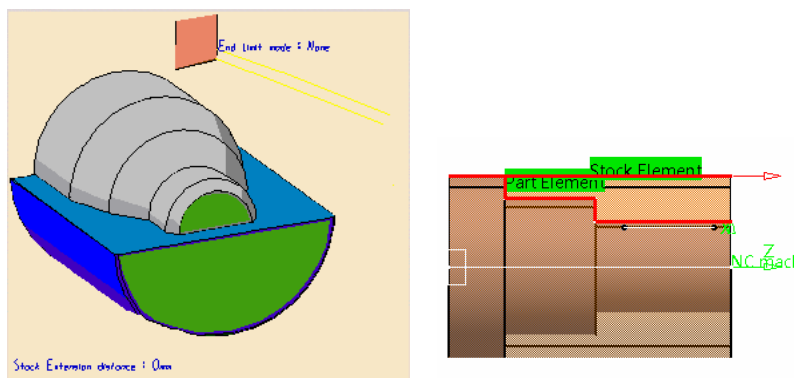

图 7-78 定义毛坯边界（2）
- 定义毛坯边界（2）。单击对话框中毛坯边界感应区，选择如图 7-78 所示的曲线作为毛坯边界，在空白处双击鼠标左键返回。